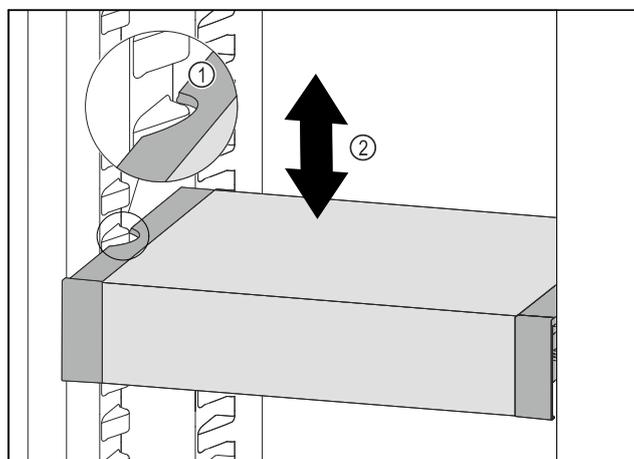

Fig. 41
- ▶ Tirer le VarioSafe vers l'avant jusqu'à ce que les encoches latérales du VarioSafe soient à la hauteur de la nervure du bac dans la partie réfrigérateur. Fig. 41 (1)
- ▶ Déplacer le VarioSafe vers le haut ou vers le bas dans la partie réfrigérateur jusqu'à ce que la hauteur souhaitée soit atteinte. Fig. 41 (2)